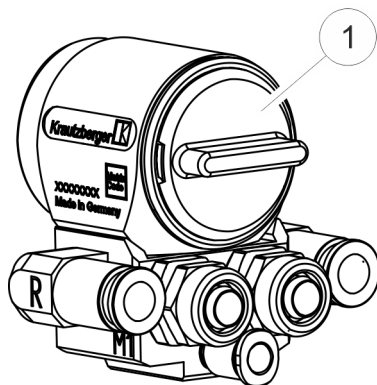

Fig. 25: Posizionamento del tappo di copertura
12. ► Ricollocare il tappo di copertura (Fig. 25/1).